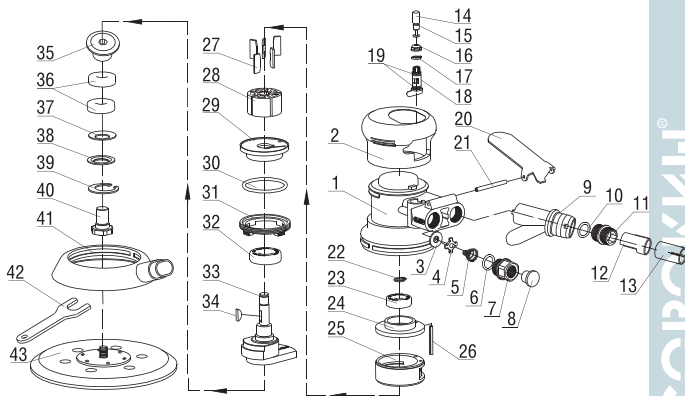
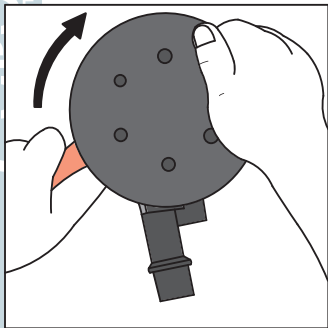
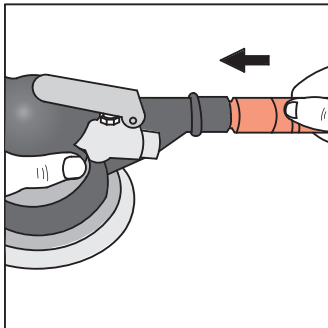

Рисунок 1 – Деталировка
Рисунок 3 – Затяжка шлифовального диска
Рисунок 4 – Подключение вытяжки
2. Затяните держатель подшипника вручную в направлении по часовой стрелке, если смотреть на шлифовальный диск (поз. 43 рис. 1) сверху, удерживая диск и поворачивая ключ в его плоскости, как показано на рис. 3.
4. Подключите патрубок выходной (поз. 12 рис. 1) к системе вытяжки. Проверьте герметичность соединения (рис. 4).